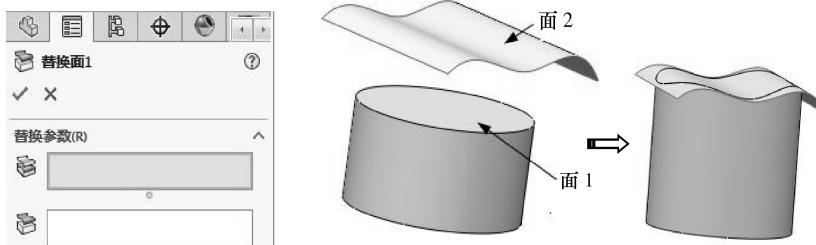

图 4-73 替换面
- 03 单击【确定】按钮 ，其替换效果如图 4-73 所示。